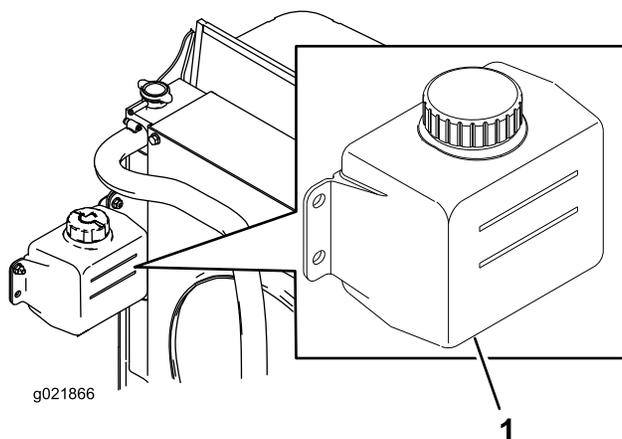

Рисунок 92
1. Проверьте уровень охлаждающей жидкости в бачке (Рисунок 92).